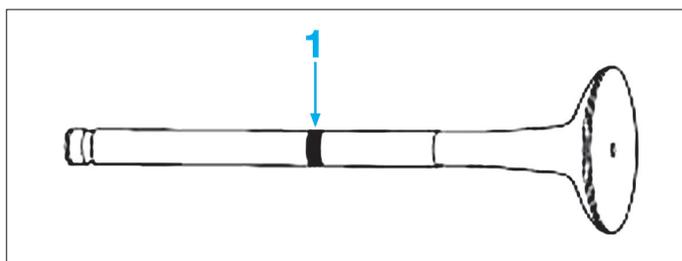

Fig. 6
Emplacement (1) de la référence de la soupape à respecter lors d'un remplacement de celle-ci (Fig.6).